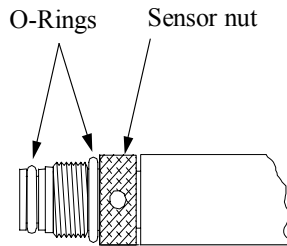

Abbildung 3.4 Schmieren der O-Ringe
- 4.** Bringen Sie eine dünne Schicht des O-Ring-Schmierstoffs (im YSI 5511 Wartungsset enthalten) auf die O-Ringe an der anschließenden Seite des Sensors (siehe Abbildung 3.4 Schmieren der O-Ringe).